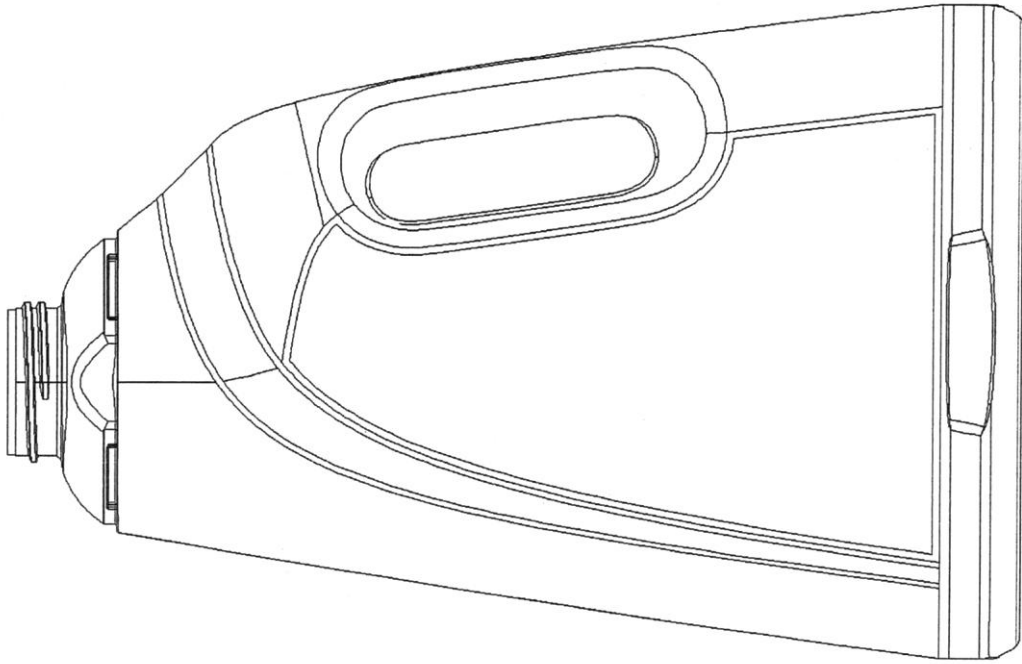

Fig. 8
- fig. 8 - odmianę 2 butelki w widoku z przodu,